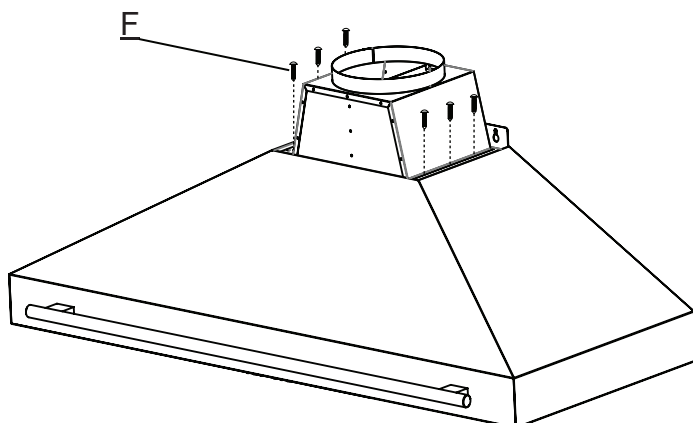

Figure 5.
8. Installez l'adaptateur de sortie d'air sur la hotte à l'aide des vis M4 $\times 0,472"$ fournies (F). Figure 5. **NOTE : LA SORTIE D'AIR EST DÉJÀ PRÉINSTALLÉE SUR LE FRHWM5095-30**